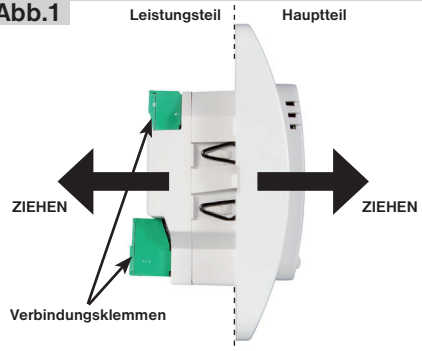

Abb.2
- 4) Vom Hinterteil des Thermostates die Verbindungsklemmen herausziehen, siehe Abb. 2.